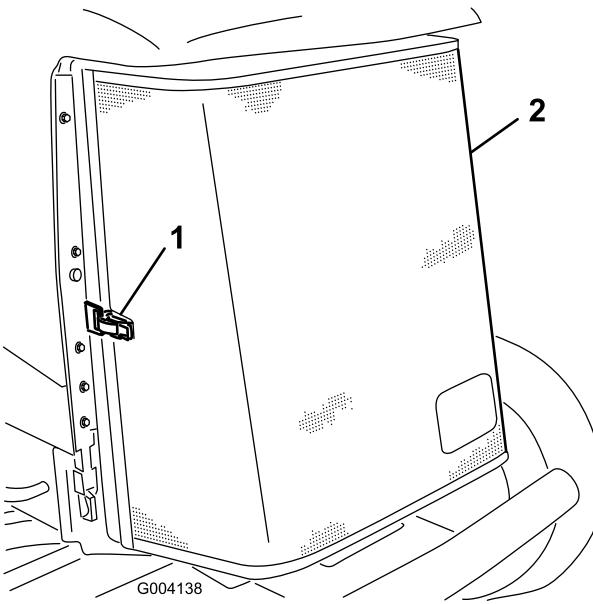

Figure 45
3. Déverrouillez l'attache et ouvrez la grille arrière (Figure 45).